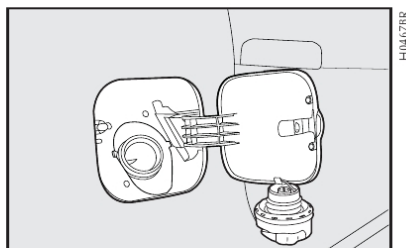

fig. 119
- Após a retirada da tampa, encaixe-a no suporte existente na portinhola **fig. 119**.